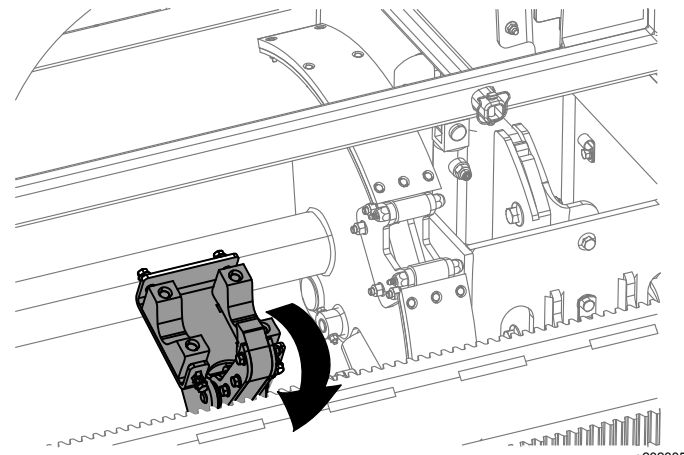
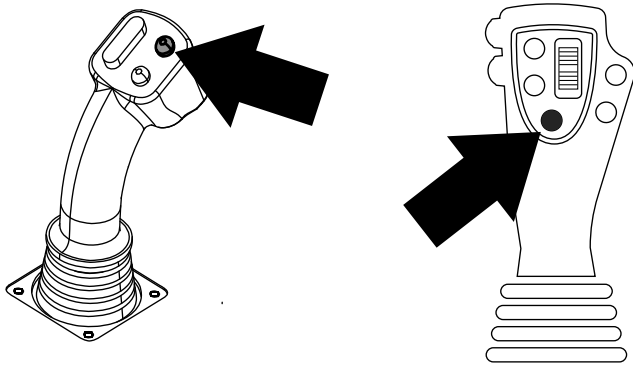

Рисунок 44
Рисунок 43
10. Нажмите и удерживайте нажатой нижнюю левую кнопку на джойстике с 8 кнопками или нижнюю кнопку на джойстике с 4 кнопками, чтобы отпустить трубу (Рисунок 43 и Рисунок 44), затем отпустите кнопку.